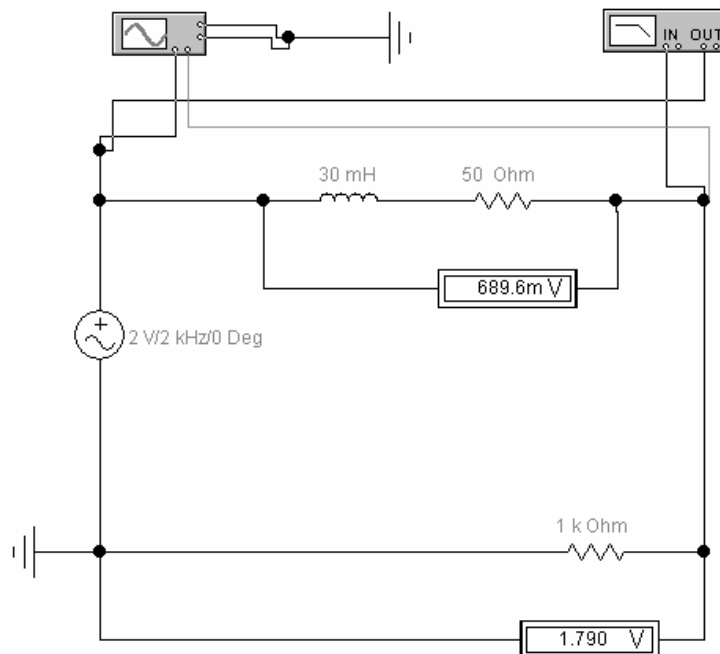
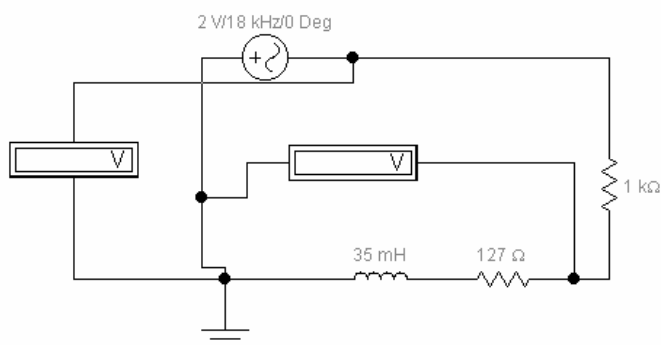

Рис.2.8. Принципиальная схема измерения  $U_R$  и  $\varphi$
Рис.2.12. Принципиальная схема измерения  $U_k$
4. Измеряется напряжение на катушке индуктивности  $U_k$  на заданных частотах. Для этого собирается схема согласно рис.2.12. Можно все измерять в одной схеме по рис. 2.8.